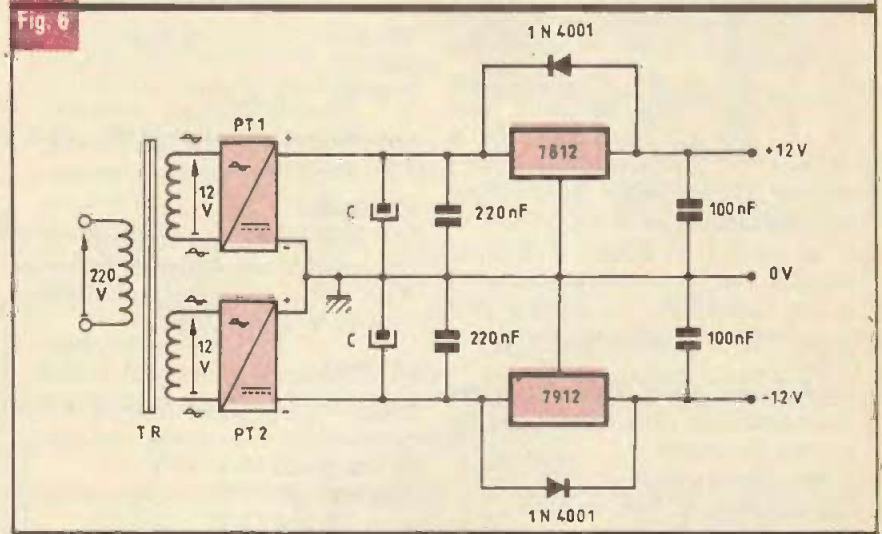

Fig. 6
**Application :** réalisation d'une alimentation symétrique + 12 V - 12 V - 1 A. On prendra le schéma de la figure 6.